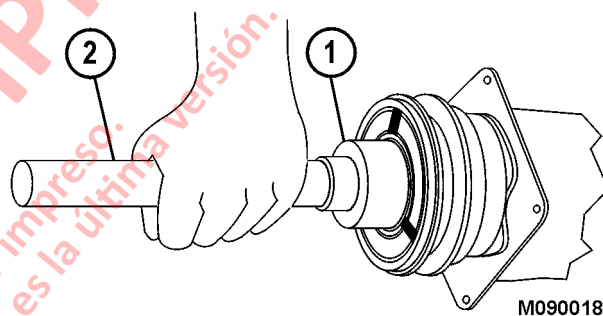

FIGURA 4-24.
1. Coloque el conjunto de la polea en su posición dentro del compresor. Utilice el instalador del rodamiento (1, Figura 4-24), la manilla universal (2) y el martillo para golpear suavemente el conjunto de la polea y así encajarlo en el compresor. Si utiliza el instalador o su equivalente podrá asegurarse de que la fuerza que empuja el rodamiento hacia su posición actúa en la carrera interior del rodamiento, ya que si aplica fuerza a la carrera exterior, es probable que dañe el rodamiento.